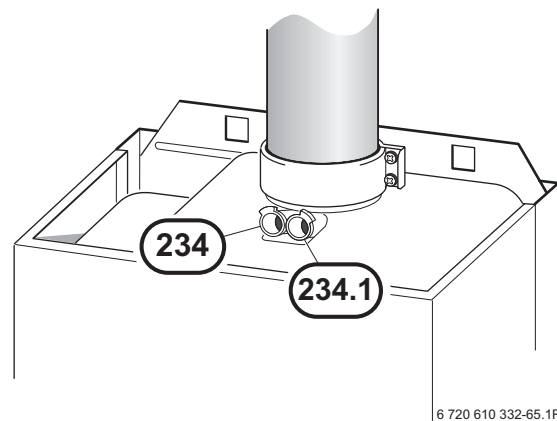

Fig. 71
- ▶ Rimuovere il tappo della presa di analisi aria comburente (234.1), (Fig. 71).
- ▶ Rimuovere il tappo della presa di analisi combustione gas (234), (Fig. 71).
- ▶ Riapplicare il tappo di chiusura alla presa di analisi (234).